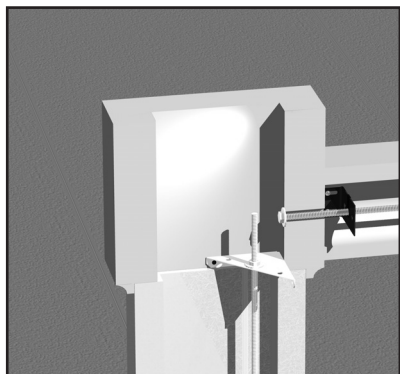

図 7C
- F)** 10mm USS フラットワッシャー、10mmロックワッシャー、10mm - 16六角ナットをネジ筋入り棒に入れ、全体を11.3ニュートンメートルのねじり力まで絞めます。(図 7C) このステップは、全体の組立が終わった後か各部分が終わった時点で行えます。